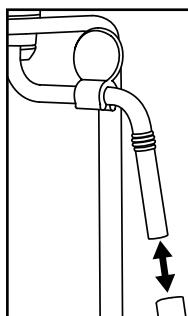

Abb. 3
- 1) Stellen Sie einen leeren Behälter unter die Milchaufschäumdüse ⑩.
- 2) Drehen Sie den Dampfregler ⑦ direkt nach dem Gebrauch auf „+“ und lassen Sie einige Sekunden Dampf entweichen.
- 3) Drehen Sie den Dampfregler ⑦ zu (bis zum Anschlag in Richtung „—“ drehen), schalten Sie das Gerät aus und ziehen Sie den Netzstecker.
- 5) Ziehen Sie die Hülle der Milchaufschäumdüse ⑩ ab (Abbildung 3) und reinigen Sie diese sorgfältig im warmen Wasser.
- 7) Schieben Sie die Hülle wieder auf die Düse (s. Abb. 3).